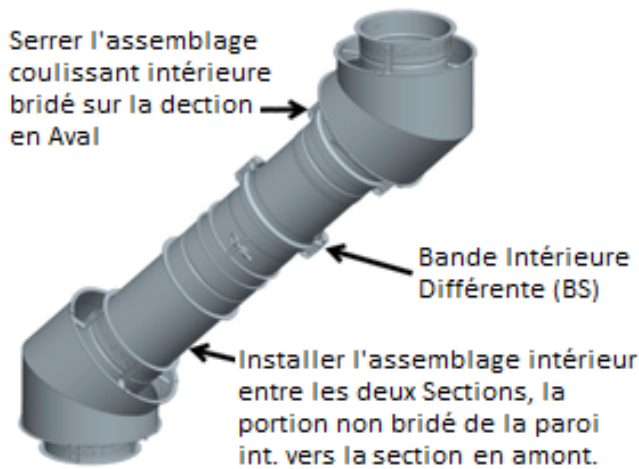

Figure 36 - Étape 4-5 - Installez le LV interne et fixez la bride d'extrémité de sortie
Étape 5 - Assemblez la paroi intérieure coulissante de l'extrémité de sortie à la section d'extrémité de sortie en tant que section régulière (voir la section ASSEMBLAGE DE SECTIONS (LDCS)). Voir figure 36.